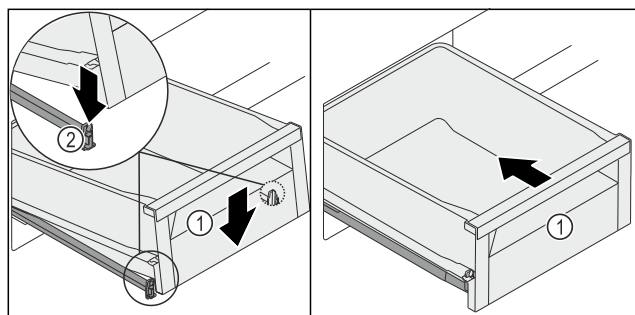

Fig. 125
- ▶ Опустите выдвижной ящик Fig. 125 (1) вперед, чтобы он установился слева и справа в зажим Fig. 125 (2).
- ▶ Выдвижной ящик Fig. 125 (1) зафиксируется со характерным щелчком.
- ▶ Вдвиньте выдвижной ящик Fig. 125 (1).